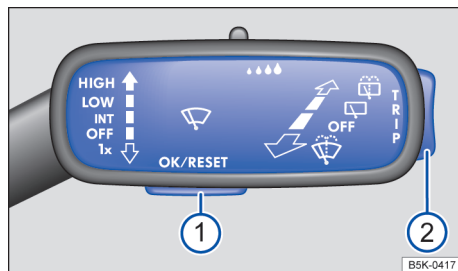

Fig. 25 À direita na coluna de direção: botões na alavanca dos limpadores do para-brisa (representação esquemática).
◀ Enquanto uma mensagem de advertência de prioridade 1 → Página 21 estiver sendo exibida, não será possível acessar os menus. Algumas mensagens de advertência podem ser confirmadas e ocultadas com o botão → Fig. 25 ①.
- Se uma mensagem ou o pictograma de veículo forem exibidos, pressionar o botão → Fig. 25 ①, caso necessário, pressionar várias vezes.
- Para a exibição dos menus → Página 26 ou para retornar para a seleção de menu a partir de um menu ou de uma tela de informação, basta manter o seletor → Fig. 25 ② pressionado.
- Para acessar o menu ou a tela de informação exibida, pressionar o botão → Fig. 25 ① e esperar até que o menu ou a tela de informação abra automaticamente após alguns segundos. ▶
- No menu exibido, pressionar o seletor → Fig. 25 ② para cima ou para baixo até que o item de menu desejado esteja marcado. A marcação é indicada por uma moldura.
- Pressionar o botão → Fig. 25 ① para assumir as alterações desejadas. Um “sinal de visto” identifica a ativação da função ou do sistema.